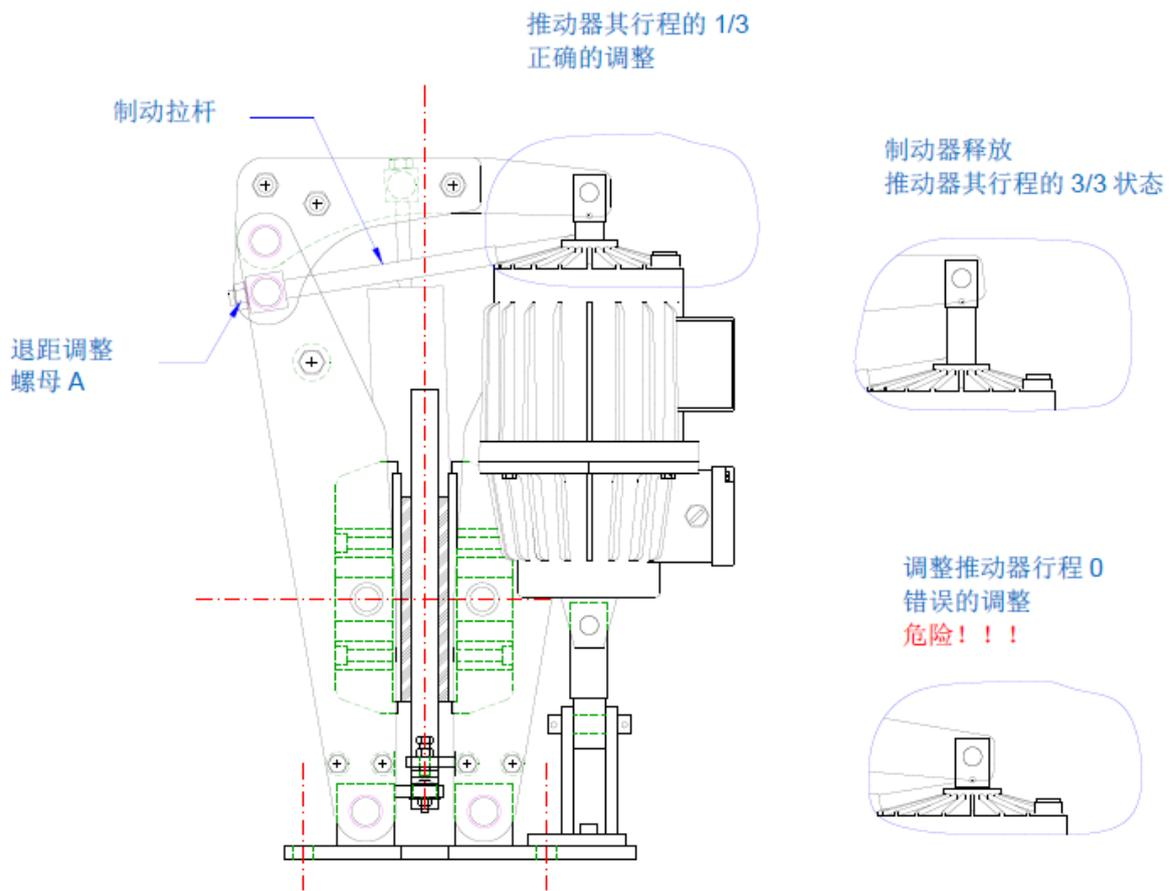

图 8.4.2
2. 调整推动器的行程。确保推动器有 $\frac{2}{3}$ 的行程可以用来释放制动器。而保留下来的 $\frac{1}{3}$ 的行程可以用于后续摩擦片的磨损调整补偿。如图 8.4.2，按照如下步骤进行：